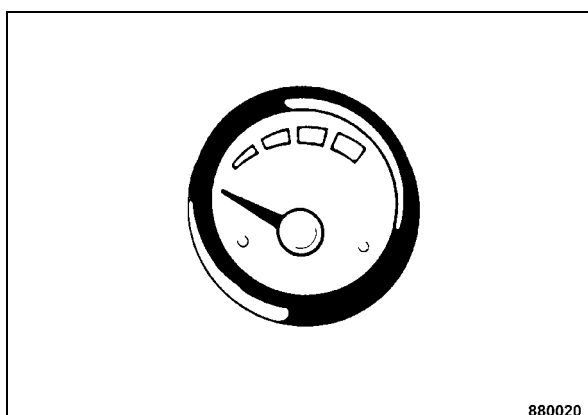

Fig. 95
- Comprobar el nivel de llenado del depósito de agua por la indicación de la reserva de agua (Fig. 95).